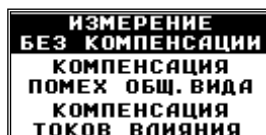

Рисунок 62
7.2.1 В подрежиме «ИЗМЕРЕНИЕ БЕЗ КОМПЕНСАЦИИ» (рисунок 62) вычисляемые данные обновляются в каждом этапе измерения (каждый интервал усреднения).